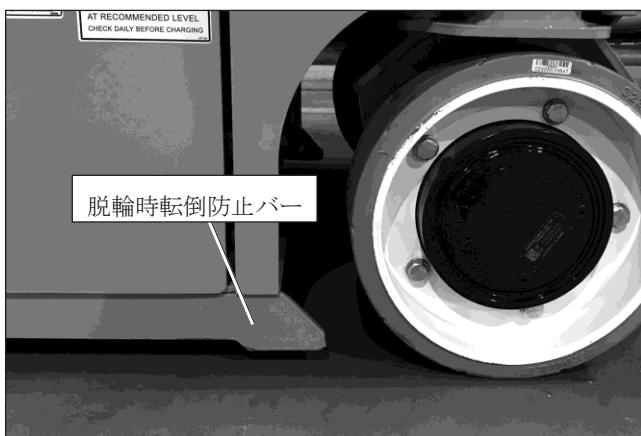

図8.9 – 脱輪時転倒防止装置（バーが降りた状態）
3. トレーを収納した状態で転倒防止スキッドの下の最低地上高を確認します（図8.9を参照）。最低地上高は高所作業車の両側とも約6.68 cmでなければなりません。